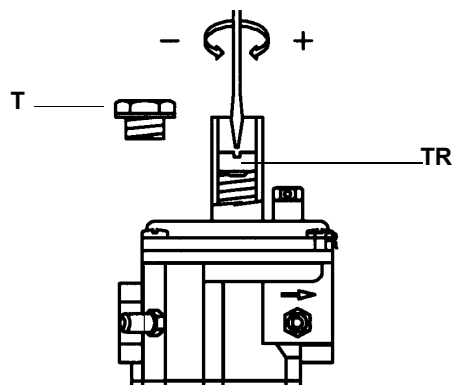

Рис. 20
- ? Для увеличения давления газа на выходе при помощи отвёртки поворачивайте винт TR, как показано на Рис. 20. При ввинчивании давление увеличивается, при отвинчивании - уменьшается.